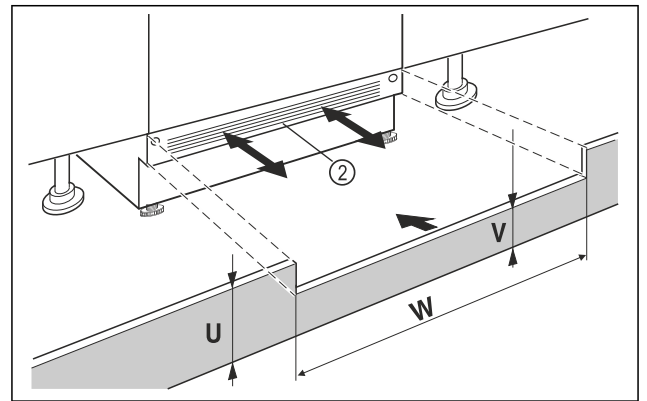

Fig. 40 Voorbeeldweergave
- Plaats de afdekking van de onderkant van het apparaat Fig. 40 (2) maar zet hem nog niet vast.
- Als de sokkelafdekking Fig. 40 (2) zichtbaar is, trek het dan naar voren totdat de voorkant van het ventilatierooster en de sokkelafdekking van het meubel gelijk zijn.
- Bij een verborgen sokkelafdekking Fig. 40 (2), deze gehele naar achteren schuiven.
- Controleer of de ventilatiesleuven volledig vrij zijn: Snijd indien nodig de hoogte van de sokkelafdekking Fig. 40 (U) op maat!
- Pas de hoogte van de balk onder de sokkelafdekking van het apparaat Fig. 40 (W) aan de breedte Fig. 40 (V) van de nis Fig. 40 (2) aan.